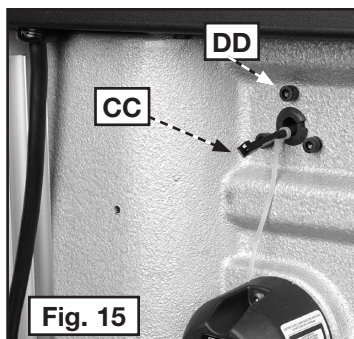

Fig. 15
La lampe de travail DEL incluse avec l'appareil doit être attachée sur le côté de la poupée fixe au fil (CC), fig. 15.
1. Retirez les trois vis de 6 mm (illustrées en DD), fig. 15.